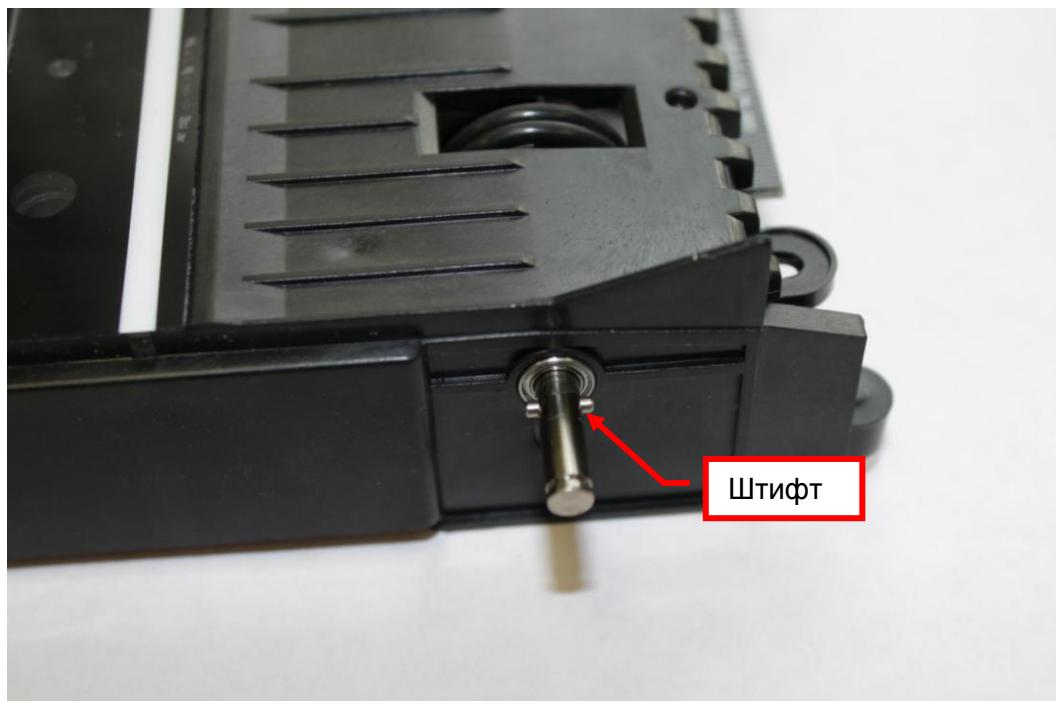

Рис. 8.36
8.15.6 Снимите, с помощью пинцета, штифт EBKM.D230M1.01.00.016-01 (см. рис.8.36). Снимите подшипники. Снимите ось переднюю с роликами.